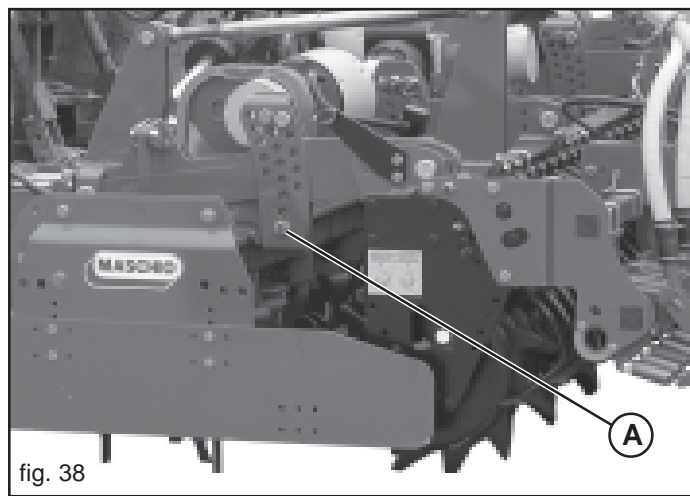

fig. 38
Avant d'effectuer la procédure de fermeture, vérifier que les pivots (A) de fin de course inférieur et des rouleaux arrière de la herse rotative sont le plus bas possible comme l'indique la Figure 38.